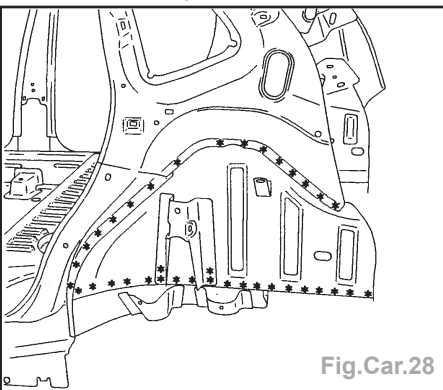

Fig.Car.28
- Dégraffer les points à l'aide d'une fraise de Ø 8 mm (Fig.Car.28).
- Souder par points électriques et cordon MAG (Fig.Car.28).